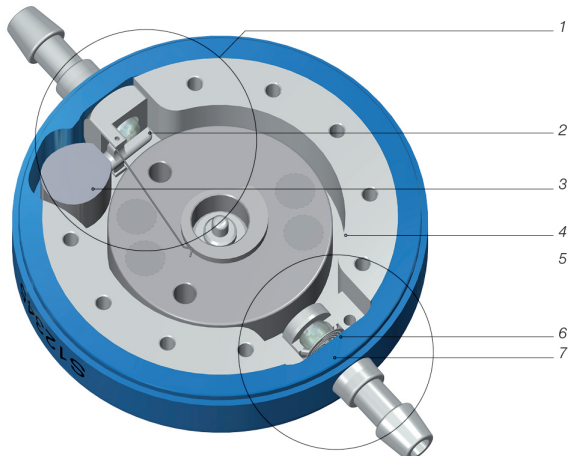

Abb. 1: Querschnitt des M.blue
Das *M.blue* ist ein aus Titan gefertigtes Ventil. Es besteht aus einer verstellbaren Gravitationseinheit und einer Differenzdruckeinheit (Abb. 1). Die verstellbare Gravitationseinheit (1) im proximalen Teil des Ventils verfügt über ein Tantalgewicht (3), das über einen Hebel eine Saphirkugel im Kugelsitz hält (2). Abhängig von der Körperposition des Patienten verändert sich der Einfluss des Tantalgewichts auf die Saphirkugel und somit der Ventilöffnungsdruck. Über einen Rotor (4) kann die Vorspannung der mit dem Hebel verbundenen Stabfeder postoperativ durch die Haut verstellt werden. Damit kann der Einfluss des Tantalgewichts auf die Saphirkugel beeinflusst und somit der Ventilöffnungsdruck verstellt werden.